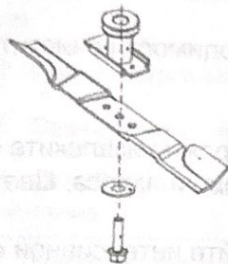

Рис. 15
- Ослабьте болт с шестигранной головкой против часовой стрелки с помощью подходящего гаечного ключа и снимите его вместе со стопорной частью и лезвием (рис. 15).